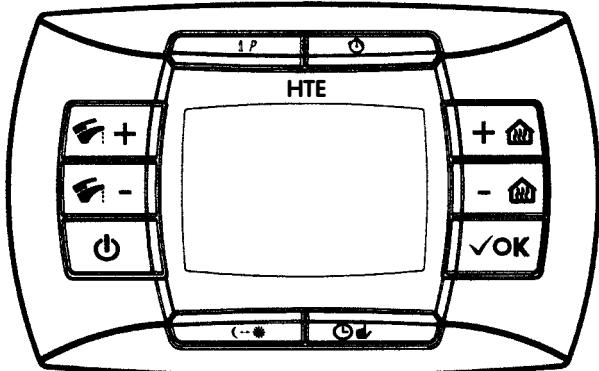

Figure 16
- appuyer et maintenir appuyée la touche et ensuite appuyer la touche (voir figure 16).